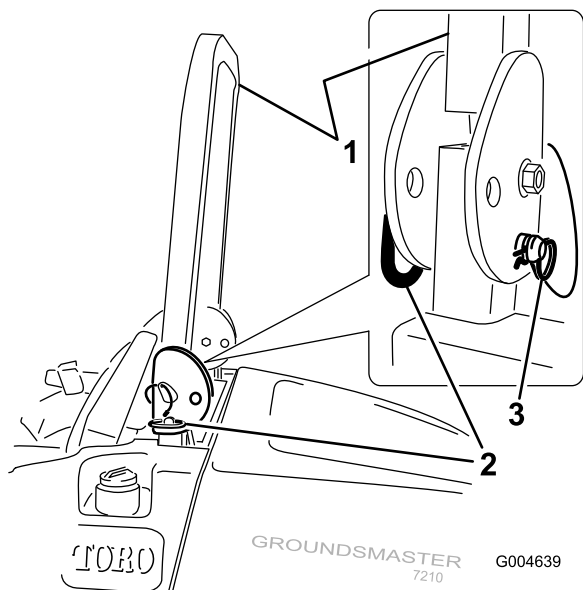

Figure 11
1. Pour abaisser l'arceau de sécurité, retirez les goupilles fendues, poussez l'arceau de sécurité en avant contre les ressorts et retirez les 2 axes (Figure 11).
3. Posez les 2 axes et fixez-les avec les goupilles fendues (Figure 11).
4. Pour relever l'arceau de sécurité, retirez les goupilles fendues puis les 2 axes (Figure 11).
5. Relevez complètement l'arceau de sécurité puis insérez les deux axes et fixez ces derniers avec les goupilles fendues (Figure 11).